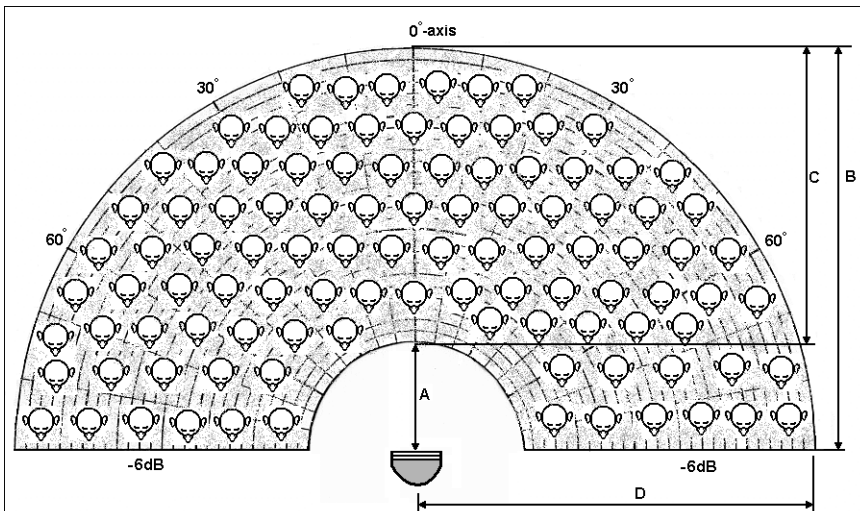
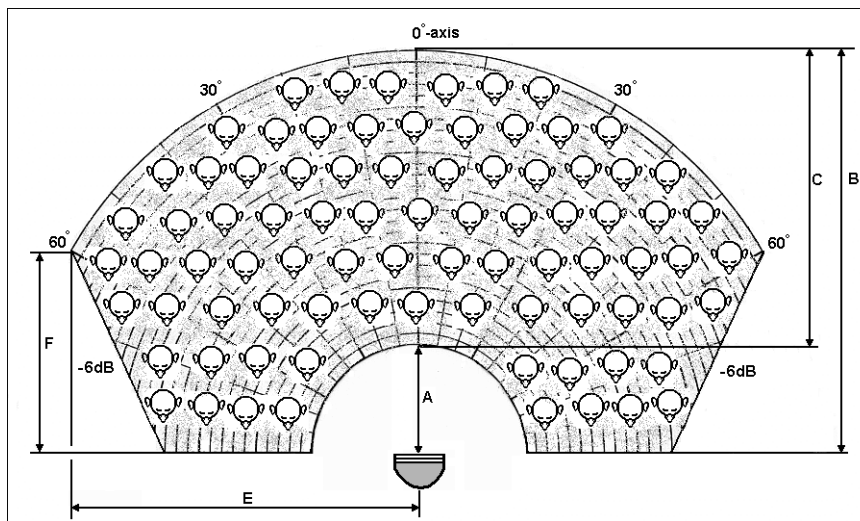

Figura 2: forma da oitava de 1kHz da coluna linear de altifalantes
Figura 3: forma da oitava de 4kHz da coluna linear de altifalantes
4. A figura 2 apresenta a forma da oitava de 1kHz emitida pela coluna linear de altifalantes e a figura 3 apresenta a forma da oitava 4kHz. A área de audição com o melhor desempenho acústico encontra-se nestas formas. Certifique-se que a forma de 4kHz com as dimensões obtidas utilizando o diagrama 1 abrange de forma adequada a área de audição desejada.